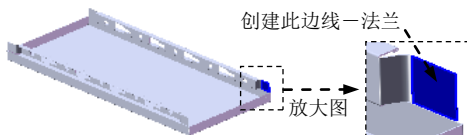
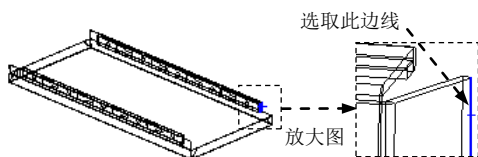

图 17.9.78 创建边线一法兰 22
图 17.9.79 定义特征的边线
Step36. 用相同的方法创建另一侧的边线法兰 22 (图 17.9.78), 边线法兰的边线如图 17.9.79 所示。详细操作过程参见 Step30。